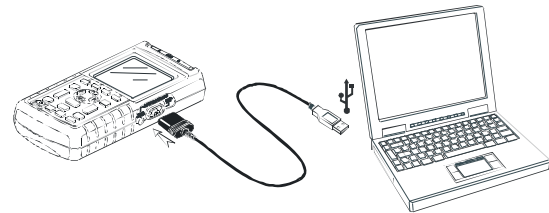

Рис. 7-3 Подключение компьютера
- Используйте оптически изолированный кабель с адаптером RS-232/USB кабель с адаптером (OC4USB) для подключения компьютера к оптическому порту OPTICAL PORT прибора. См. рис. 7-3.